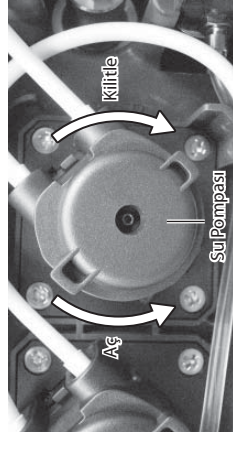

Fig.34
5) Su pompasını saat yönünün tersine döndürerek klik sesinden sonra çekerek çıkartınız. (Fig. 34)
7) Yeni su pompasını sürüş mili ile hizalayınız. Saat yönünde klik sesi gelene kadar döndürünüz. (Fig. 34)